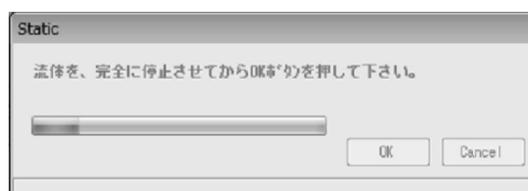

図113
- ④ チェック中は図113のようなプログレスバーが出現し、チェックの進行状況を確認することができます。